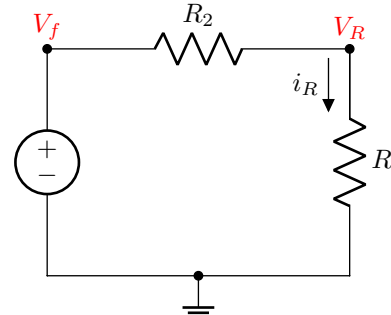

Figura 12: Circuito B
b) Monte o circuito da Figura 12, com  $R = 100\Omega$  e substituindo o resistor R2 pelo potenciômetro ajustado para os seguintes valores: